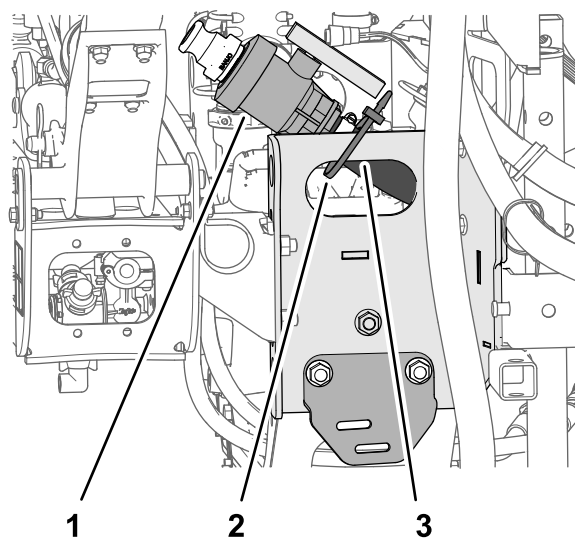

Figure 13
1. Enlevez l'attache-câble qui retient la vanne de vidange et le flexible de la cuve sur le profilé du patin (Figure 13).